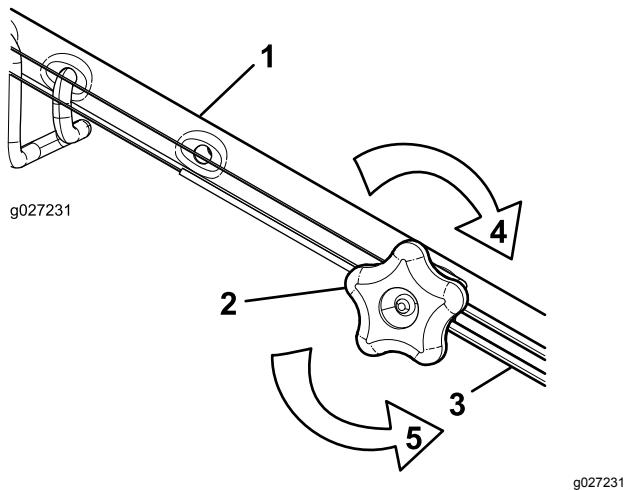

Figura 37
1. Gire la tuerca de ajuste en sentido antihorario para aflojar el ajuste del cable (Figura 37).
2. Ajuste la tensión del cable (Figura 37) tirando del mismo hacia atrás o empujándolo hacia adelante, y sujetelo en esa posición.